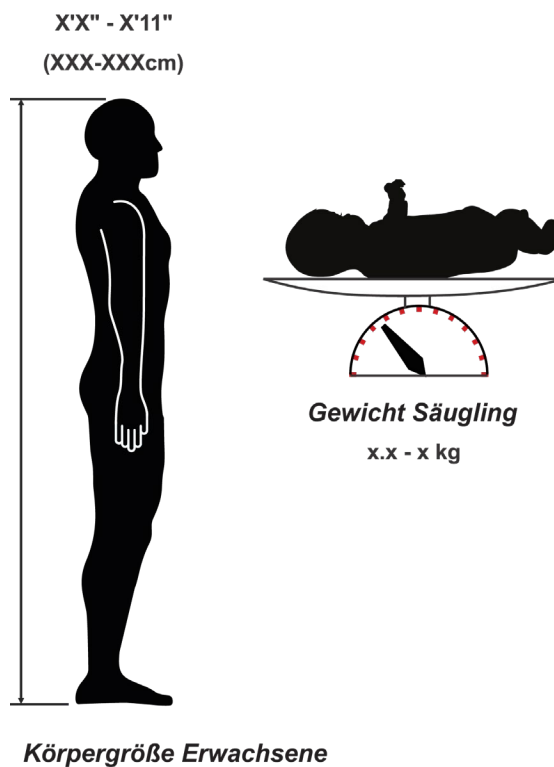

Abbildung 9: Messungen
- Größe des Patienten oder Gewicht des Säuglings (siehe Abbildung 9)